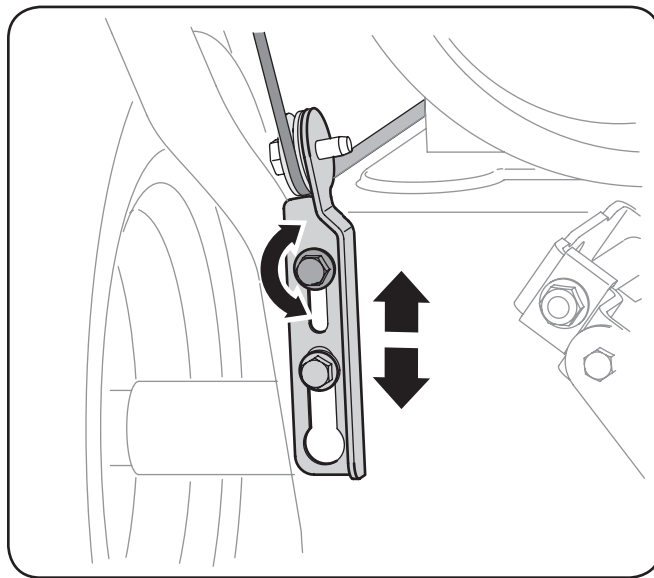

Figura 3-14
4. Deje la barrena engranada durante aproximadamente diez (10) segundos antes de soltar el control de la barrena. Repita esta operación varias veces.
7. Para volver a ajustar el cable de control, afloje la tuerca hexagonal superior en la ménsula del cable de la barrena. Vea la Figura 3-14.